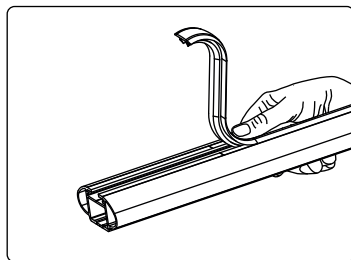

рис. 7
2.8 Если вы приобрели багажную систему с аэродинамической или крыловидной дугой, вставьте в Т-слот поперечной дуги резиновый уплотнитель (рис. 7).